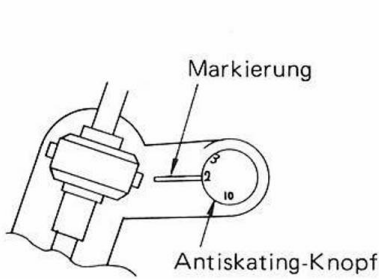

Abb. 6
8. Stellen Sie den Anti-Skating-Knopf auf denselben Wert ein wie das Auflagegewicht (in diesem Fall also auf "2") (Abb. 6).